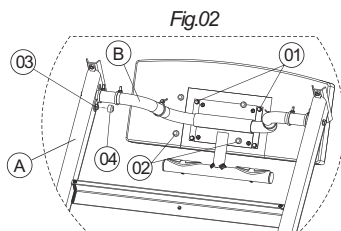

Fig.02
2- Dê uma leve inclinação no corrimão (A)-Fig.02, até que você possa fixar o painel com os parafusos (01) sextavados M6x16 mm e arruelas M6. Logo em seguida coloque as tampas (02) de acabamento nas cabeças dos parafusos.
3- Fixe também o painel para que ele não gire-Fig.02. Alinhe o suporte do painel (B) com o corrimão A e fixe-o com o parafuso (03) sextavado M8x20 mm e arruela M8. Coloque a tampa de acabamento (04).